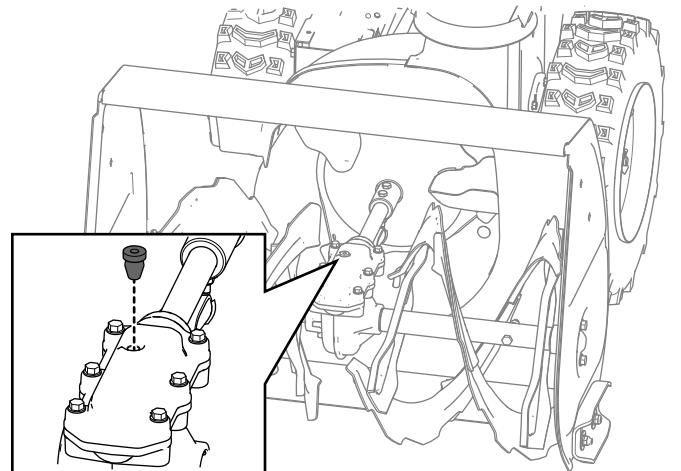

Figure 37
2. Nettoyez la surface autour du bouchon de tuyau et retirez le bouchon de tuyau du boîtier d'engrenages (Figure 37).